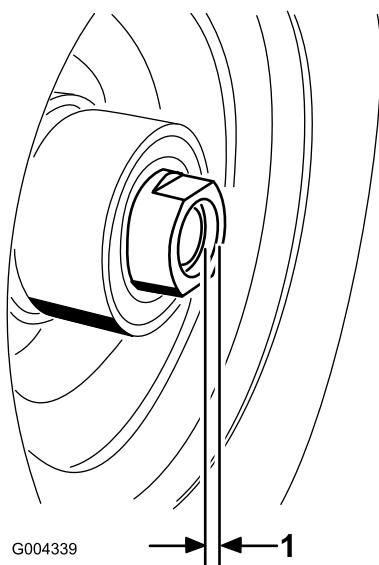

Figura 26
11. Si se retiraron ambas tuercas espaciadoras del eje, aplique adhesivo sellador de roscas a la tuerca espaciadora. Instale las tuercas espaciadoras en el eje dejando que sobresalgan 3 mm del eje (Figura 26).
16. Apriete la tuerca espaciadora a 8-9 Nm (75-80 pulgadas-libra), luego aflójela y apriételo de nuevo a 2-3 Nm (20-25 pulgadas-libra). Asegúrese de que el eje no sobresale de ninguna de las tuercas (Figura 26).